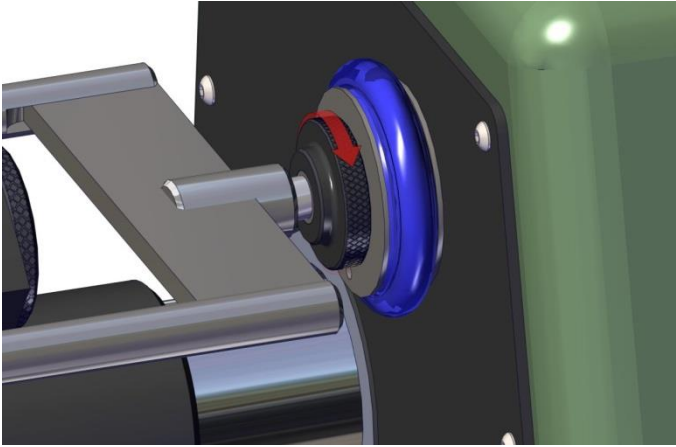

Figure 5.1.3
9. Réglez l'écrou moleté situé sur le pont (Figure 5.1.3) de manière à ce que la surface plate de l'écrou faisant face au support du mors fixe (Figure 5, N°11) se situe à environ 1 mm (1/16") de la surface du dit support.